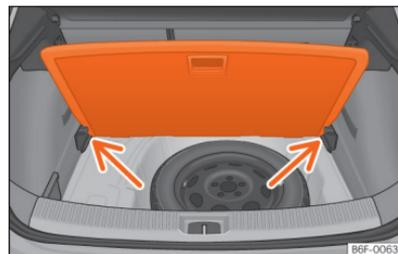

Fig. 148 Piso variável da bagageira: posição inclinada.
- Apoie o piso sobre os alojamentos previstos para o efeito »» Fig. 148 [setas].